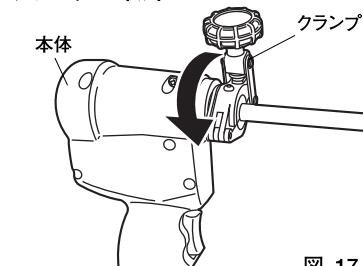

図 17
(3) パイプ取外し
- ① クランプを本体に取付けた時と反対の手順でクランプを本体から外してください。(図17)